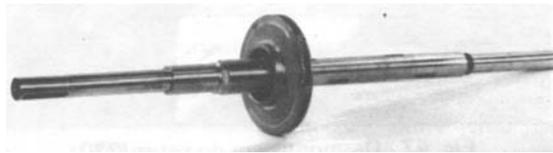

Figura 50 – Eixo (210) com rotor e luvas, já retirado do corpo de sucção
- Retirar o eixo (210) do corpo de sucção (106), junto com o eixo saem rotor do 1º estágio (230), luva distanciadora (525.1) e luva protetora lado sucção (524.1). Vide Figura 50.